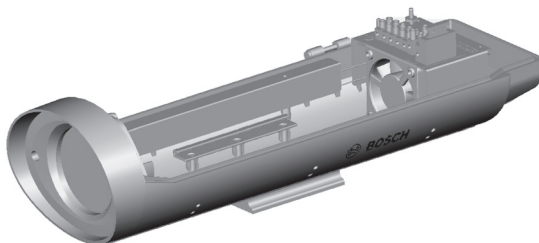

Figure 5.5 Insertion de l'ensemble de la platine caméra/objectif dans la fente
- Faites glisser la platine de la caméra/de l'objectif dans la fente près de l'ouverture latérale du caisson, comme indiqué dans l'illustration *Figure 5.5*. Faites glisser l'ensemble entier vers l'avant, jusqu'à ce qu'il se trouve à environ 5 mm (0,2 po) de l'avant de la vitre. Installez deux vis dans les trous adéquats.